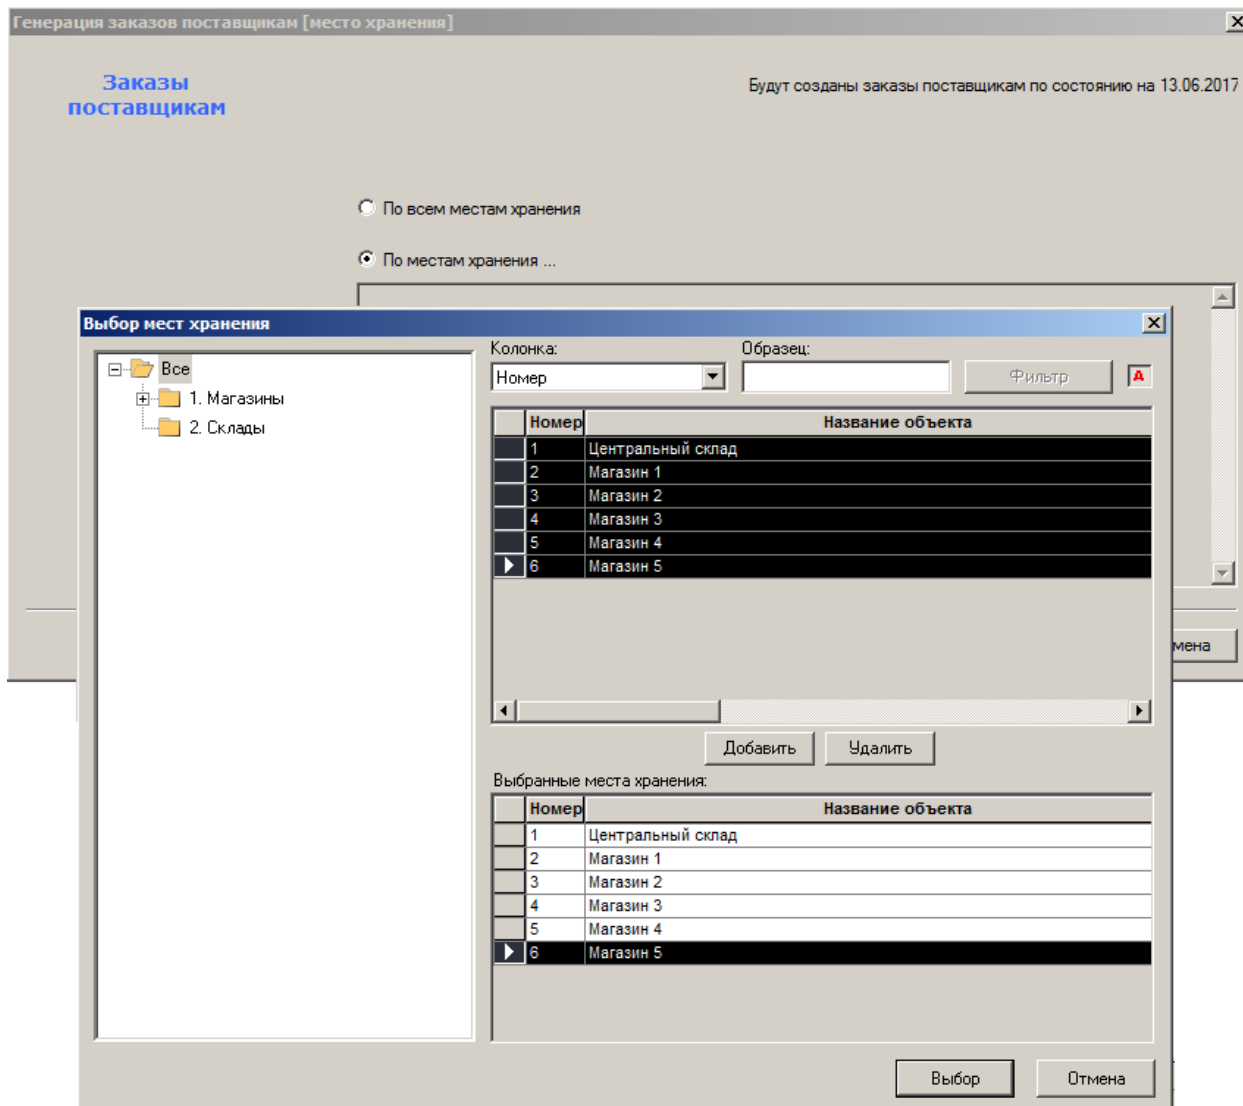
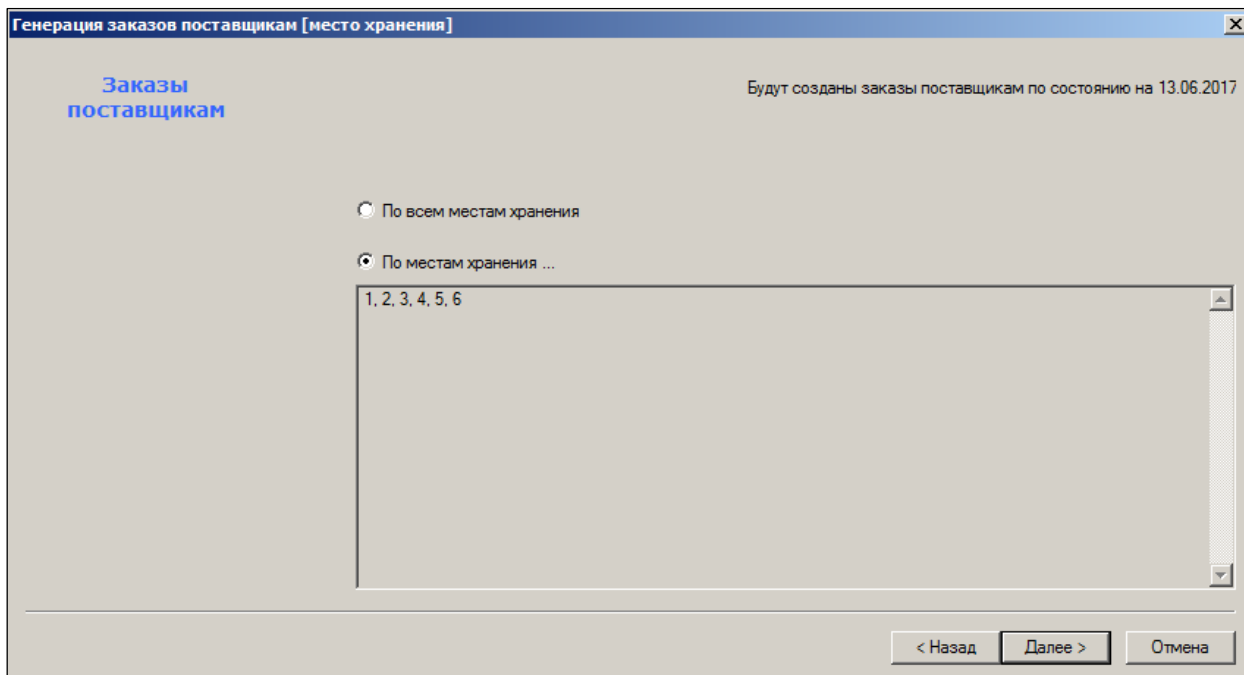

Рисунок 27 – Автоматическая генерация заказа (5)
Рисунок 28 – Автоматическая генерация заказа (6)
4. Если флаг **По выбранным соглашениям о поставках** не установлен (см. Рисунок 24), открывается окно, содержащее флаг **По местам хранения**, который позволяет выбрать МХ из классификатора (Рисунок 27, Рисунок 28):